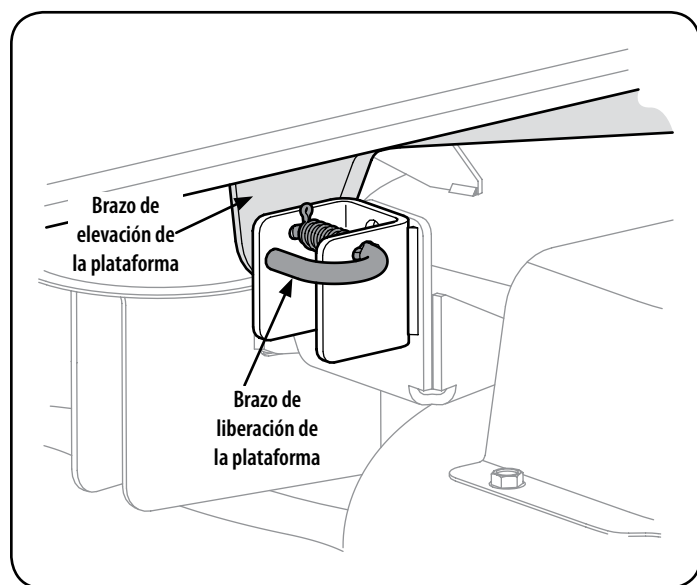

Figura 28
- Ubique los pasadores de liberación de la plataforma del lado izquierdo y del lado derecho que se encuentran a cada lado de la plataforma. Tire de los pasadores de liberación hacia afuera y suelte la plataforma de los brazos de elevación del lado derecho e izquierdo de la plataforma. Vea la Figura 28.
- Tire de los pasadores de liberación de la plataforma hacia afuera y ubique la plataforma según sea necesario para alinear los orificios de los brazos de elevación de la plataforma con los pasadores. Consulte la Figura 28.